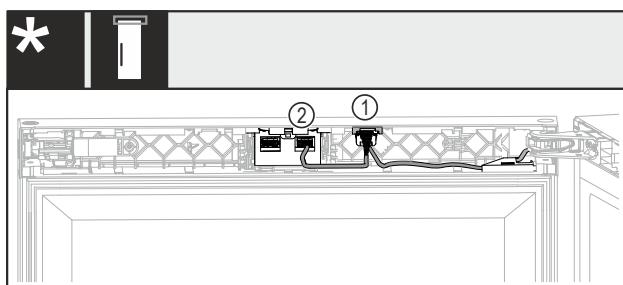

Fig. 39 Sin candado o con candado mecánico\*
- ▶ Introduzca el conector macho Fig. 39 (1) con ambos cables en la guía.\*
- ▶ Enganche el conector macho con un cable Fig. 39 (2) en la cavidad derecha.\*